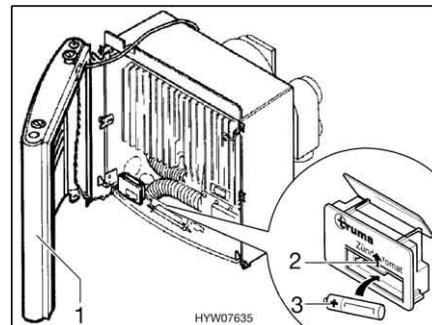

Fig. 98 Riscaldamento acceso
- Posare da un lato la copertura (Fig. 98,1) di modo da non dover estrarre il cavo di allacciamento per la ventola dell'aria calda e per la lampadina di controllo accensione.
- Spingere la copertura del vano batteria sul dispositivo di accensione (Fig. 98,2) verso l'alto.
- Inserire una nuova batteria (Fig. 98,3) dello stesso tipo nel vano batteria del dispositivo di accensione rispettando la polarità (+/-). Utilizzare soltanto batterie Mignon resistenti alle alte temperature (+70 °C) e sicure da perdite.